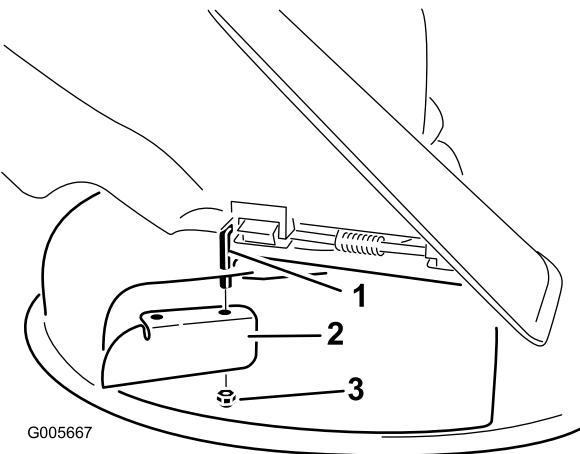

Bild 21
7. Montieren Sie das Versatzablenkblech an der frei liegenden Gelenkstange (Bild 21).
3. Entfernen Sie das Versatzablenkblech vom Mähwerk (Bild 21).